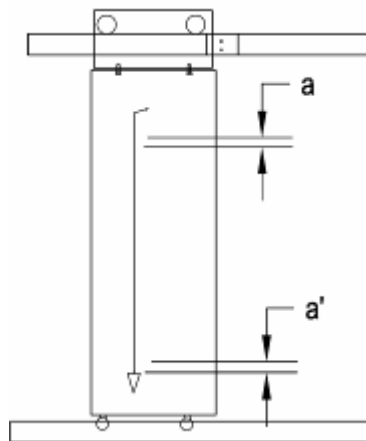

图 4
- ① 将塑封包中的门滑块安装到轿门板上。
- ② 将轿门板连接到挂板上，拧紧螺栓。
- ③ 调整挂板的垂直度，如果挂板倾斜，可在挂板与门板连接处插入塞片，见图 4。
- ④ 调节下靠轮与导轨的间隙至  $0.1 \sim 0.3 \text{mm}$ 。
- ⑤ 调整两块门板的垂直度及门板与轿厢前壁、轿地坎的间距，见图 4 及图 5。